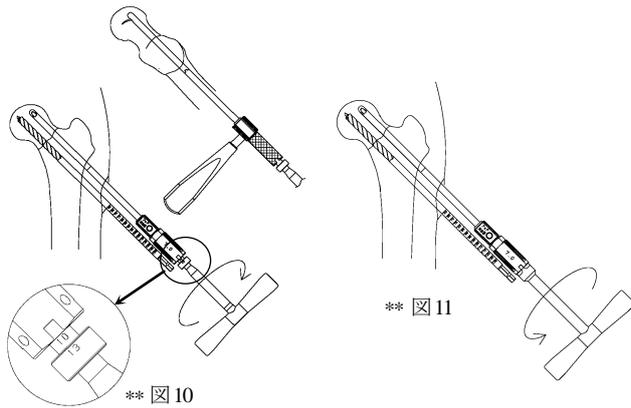

** 図9
9) フックの突出向きを前面へ向け、インプラントを挿入します。外側皮質から後端が5mm程突出する位置が適位置です。(図9)